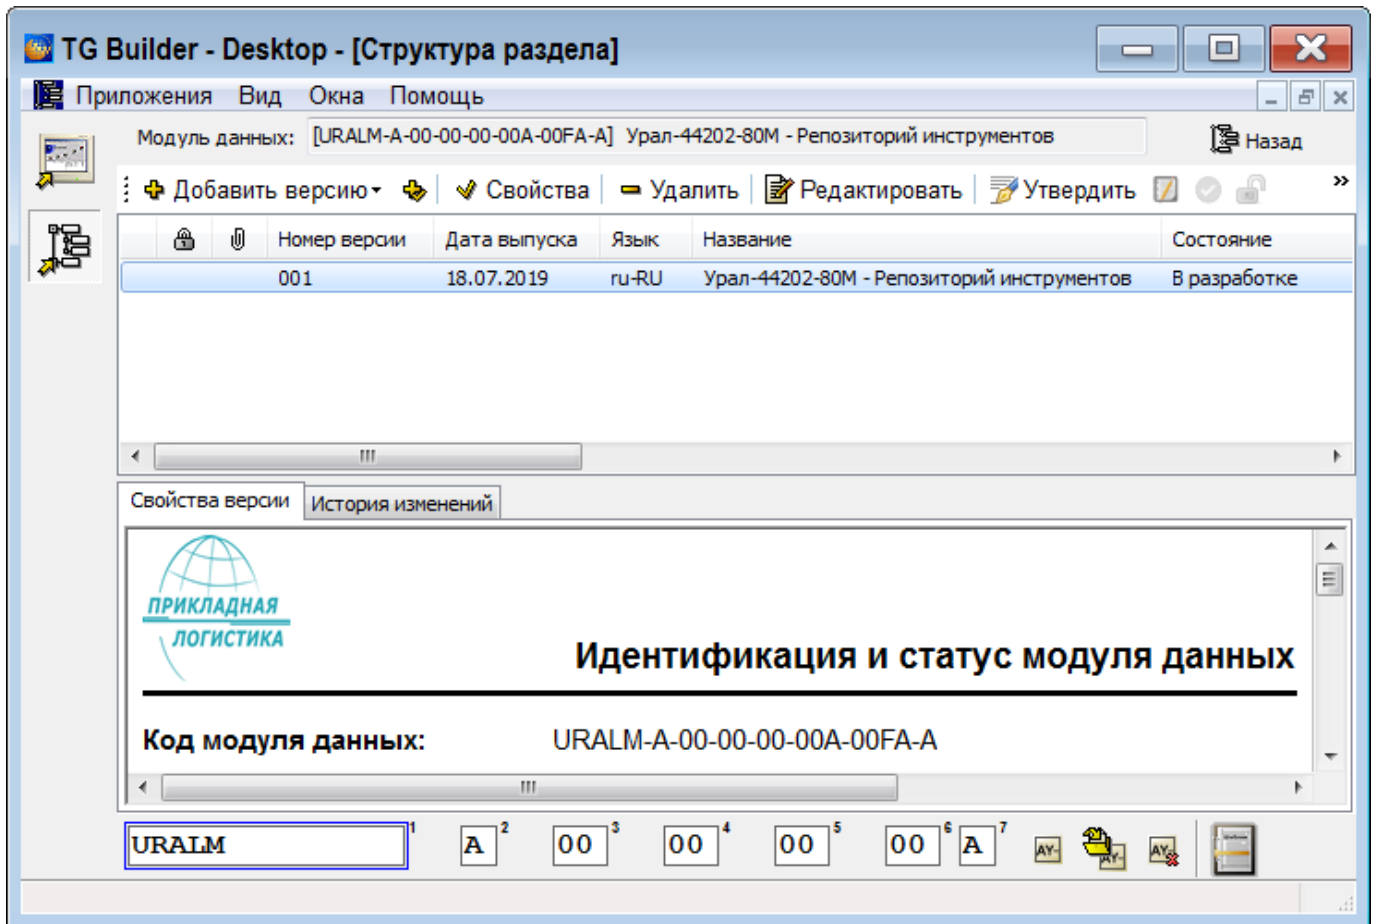

Рисунок 703
4) При необходимости введите причину добавления новой версии и отредактируйте параметры версии МД, присвоенные по умолчанию (рисунок 703).